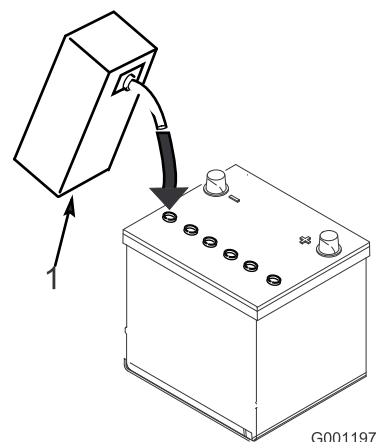

Figura 10
3. Llene cuidadosamente cada celda con electrolito hasta que las placas estén cubiertas de 6 mm aproximadamente de fluido (Figura 10).
4. Espere aproximadamente 20–30 minutos para que el electrolito penetre en las placas. Rellene según sea necesario para que el electrolito llegue a una distancia de 6 mm aproximadamente del fondo del hueco de llenado (Figura 10).